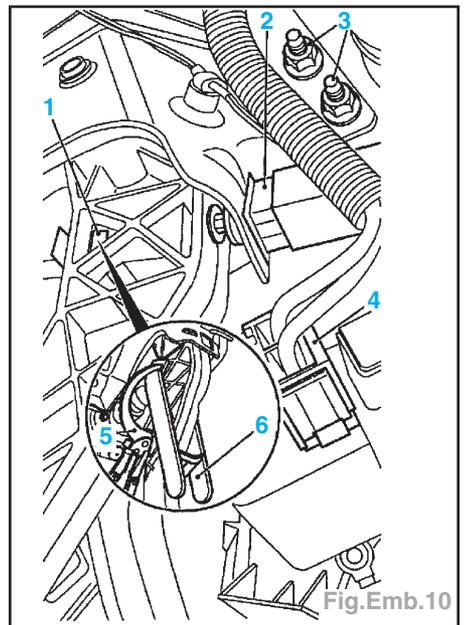

Fig.Emb.10
- Débrancher la fiche de faisceau de câble (4) d'EPS (Fig.Emb.10).
- Décrocher le ressort de rappel de la pédale et déclipser le clip de tige de piston de maître-cylindre (1) avec l'outil KM-6170 (6) et MKM-6202 (5) de la pédale.
- Démontez les écrous (3) de renfort de pédalier et déposer le renfort.